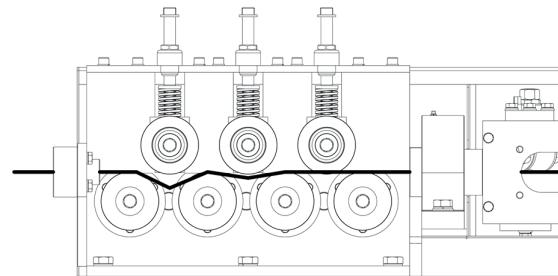

Рис. 6. Схема регулировки прижимных роликов узла прямотяжки и предварительной правки
- заведите вручную арматуру в станок так, чтобы она прошла через приемную втулку и узел протяжки и предварительной правки. Отрегулируйте прижимные ролики узла протяжки и предварительной правки под диаметр обрабатываемой арматуры. Для этого ослабьте контргайки и прижмите ролики, как показано на рис. 6, после чего затяните контргайки;